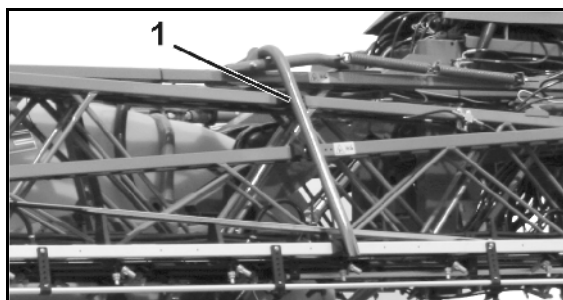

Fig. 11
- Verrouillage en position de transport (Fig. 11/1) de la rampe Super-L permettant d'éviter un dépliage accidentel de celle-ci